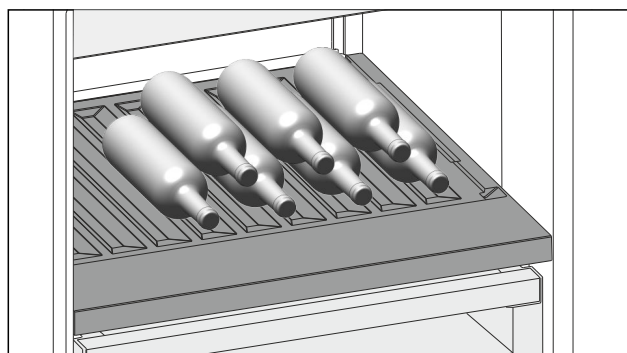

Fig. 87
- ▶ A palackokat az aljukkal hátrafele helyezze a hátfalhoz. (lásd Fig. 87)